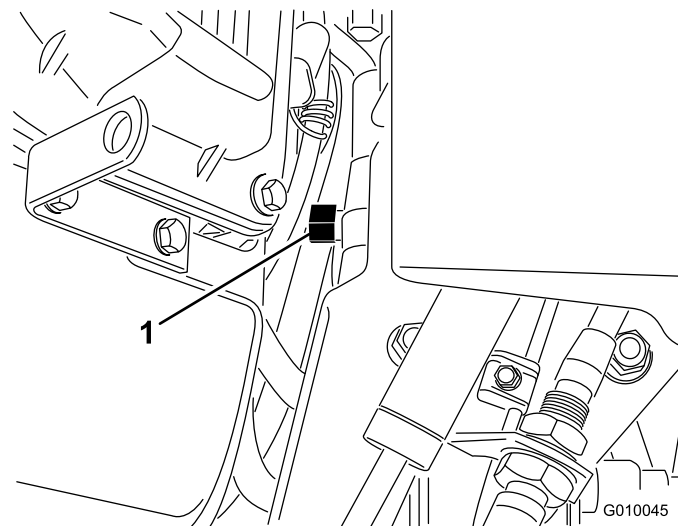

Bild 30
2. Drehen Sie das Sicherheitsventil mit einem 5/8-Zoll-Schlüssel eine Umdrehung nach rechts, um zu schieben bzw. zu ziehen. So kann Hydrauliköl an der Pumpe vorbei direkt zu den Rädern fließen, die sich daraufhin drehen können (Bild 30).
4. Drehen Sie das Sicherheitsventil um eine Umdrehung nach rechts (Bild 30), wenn Sie den Aerifizierer erneut verwenden möchten.